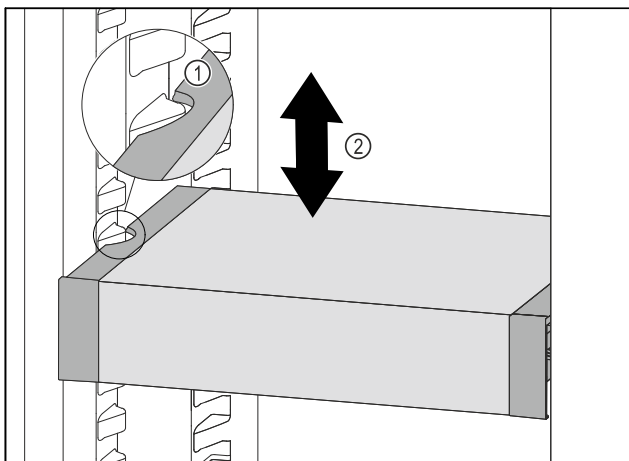

Fig. 201
- Tirare VarioSafe in avanti fino a quando le cavità laterali di VarioSafe non si trovano al livello della nervatura del contenitore nel vano frigorifero. Fig. 201 (1)
- Spostare VarioSafe verso l'alto o verso il basso nel vano frigorifero fino a raggiungere l'altezza desiderata. Fig. 201 (2)